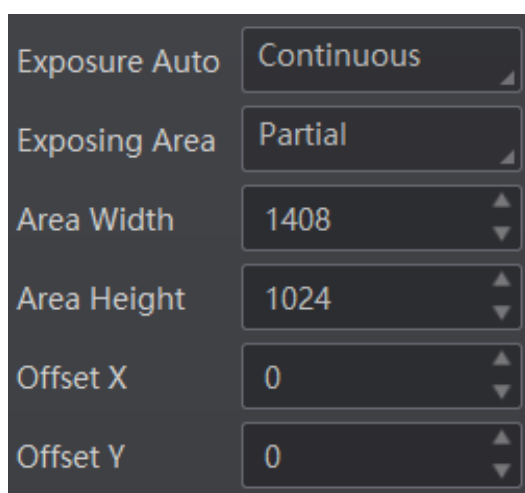

图3-11 一次自动/连续自动曝光
4. 选择局部曝光时，还需要设置具体的曝光范围，如图 3-11 所示。具体参数含义如下：